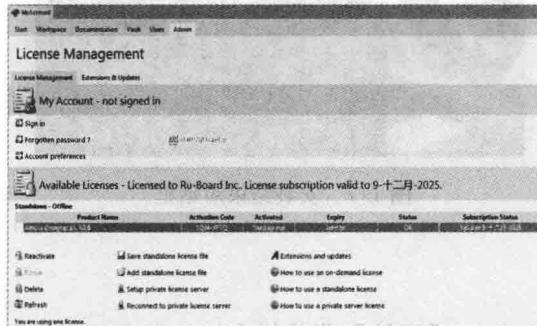

图 1-11 使用有效许可激活 Altium Designer
(4) 根据系统提示操作，红色提示消失，用户获得有效许可，软件被激活，如图 1-11 所示。